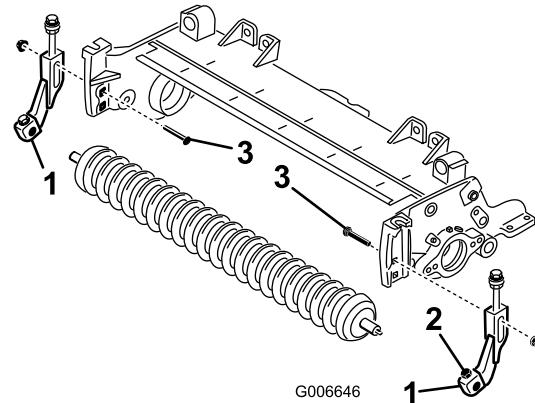

Рисунок 6
- Установите, не затягивая, правый и левый кронштейны высоты скашивания на имеющийся передний каток, используя новые колпачковые винты 5/16 x 1-1/8 дюйма и фланцевые контргайки 5/16 дюйма. Расположите кронштейны высоты скашивания, как показано на Рисунок 6.
- Используя верхнее квадратное отверстие в каждой боковой пластине, прикрепите, не затягивая, кронштейны высоты скашивания к боковым пластинам режущего блока с помощью каретных болтов, снятых ранее, и двух новых фланцевых гаек 3/8 дюйма, расположив их, как показано на рисунке Рисунок 6.
- Установите каток по центру между кронштейнами высоты скашивания и закрепите его на кронштейнах с помощью колпачковых винтов и контргаек (Рисунок 6).